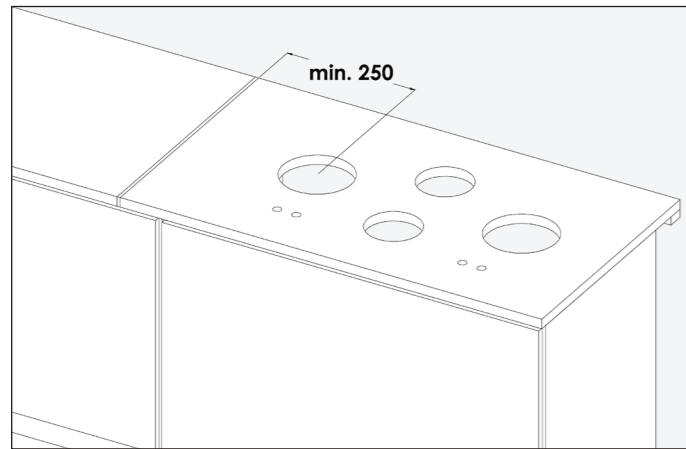
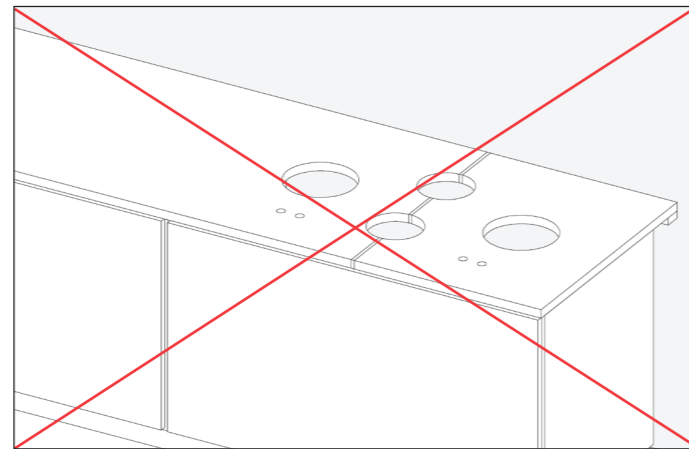

Fig. A4
Fig. A5
- Limede forbindelser og / eller koblingsfuger kan aldrig krydse udskæringen (rne). Samlinger skal være mindst 250 mm fra enhver udskæring (fig. A4 og fig. A5).